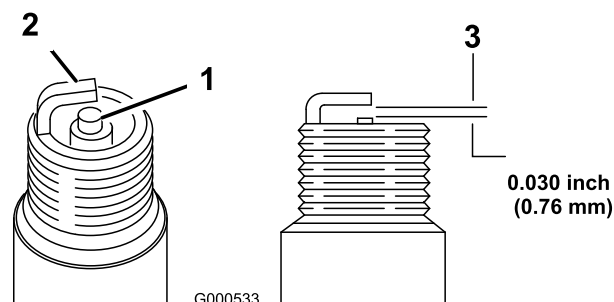

Figure 32
5. Réglez l'écartement des électrodes à 0,76 mm ; voir Figure 32.